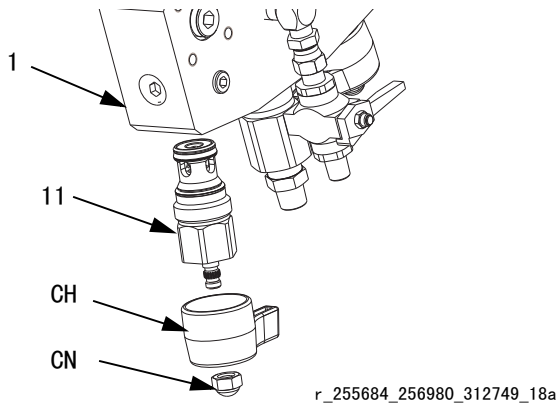

图 6
1. 给衬套 (11) 的外螺纹涂上蓝色螺纹锁固剂，并将其安装在完全经逆时针反转后的歧管上。将扳手放在衬套平面上并用 170 牛·米 (125 英尺/磅) 的扭力拧紧。请参见图 6 (第 19 页)。
2. 将手柄 (CH) 和帽螺母 (CN) 装在衬套上，使手柄在关闭时相互对指。